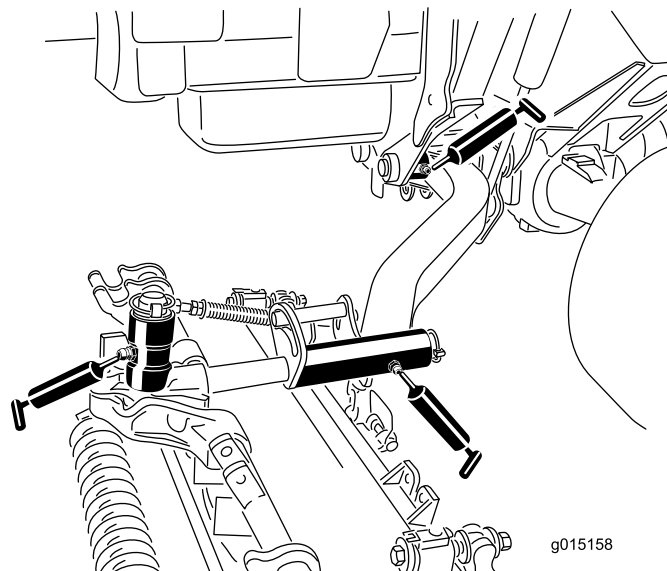

Figura 52
- Casquilhos da articulação do braço de elevação (1 por unidade de corte) (Figura 52)
- Estrutura suporte da unidade de corte (2 por cada unidade de corte) (Figura 52)
- Articulação do braço de elevação da unidade de corte (1 por cada unidade de corte) (Figura 52)